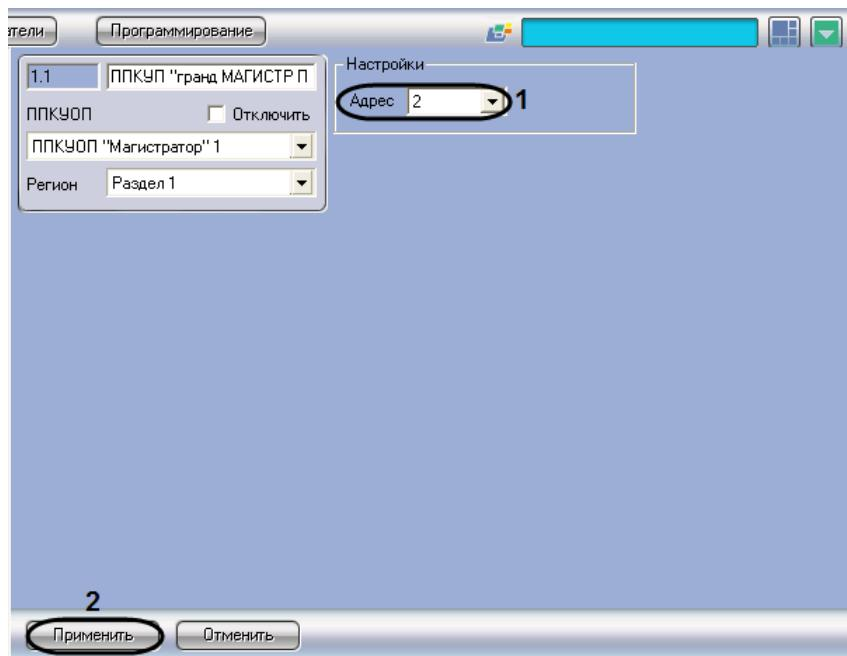

Рис. 3.7-2 Настройка прибора Гранд МАГИСТР ПУ
- Перейти на панель настройки объекта **ППКУП “Гранд МАГИСТР ПУ”** (см. Рис. 3.7-2).
2. Из раскрывающегося списка **Адрес** выбрать адрес прибора Гранд МАГИСТР ПУ в системе *Магистратор* (см. Рис. 3.7-2, 1).
3. Для сохранения внесенных изменений в базе данных ПК ACFA *Intellect* нажать кнопку **Применить** (см. Рис. 3.7-2, 2).